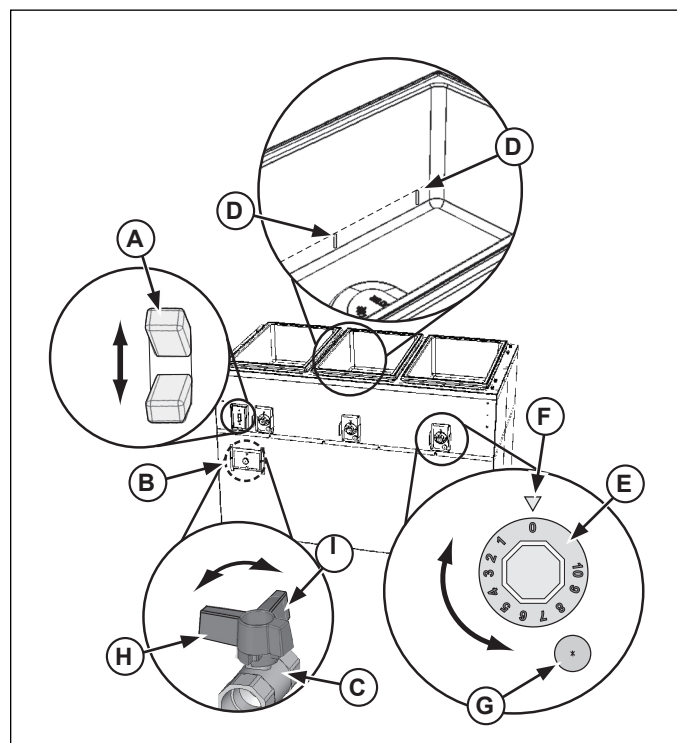

Figura 2. Controles de la estación caliente de lujo
- (A) Interruptor de **ENCENDIDO/APAGADO** Mueva el interruptor hacia arriba para encender la unidad. Mueva el interruptor hacia abajo para apagarla. El interruptor se iluminará cuando esté en la posición de encendido.
- (B) **PUERTA DE ACCESO** para la válvula de drenaje. Ábrala o retírela para acceder a la válvula de drenaje.
- (C) **VÁLVULA DE DRENAJE**. Se usa para vaciar el agua de el o los recipientes.
- (D) **MARCAS DEL NIVEL DEL AGUA**. Se usan para indicar el nivel correcto del agua.
- (E) Selector del **CONTROL DE TEMPERATURA**. Se usa para fijar o ajustar la temperatura del recipiente. Mientras más grande o más pequeño sea el número, más alta o más baja es la temperatura respectivamente. La posición de "0" corresponde a apagado.
- (F) Indicador de **REFERENCIA DEL SELECTOR**. Se usa para mostrar la posición en que se fijó el control de temperatura.
- (G) Luz de **NIVEL DE AGUA BAJO** Se ilumina cuando el recipiente necesita agua. Si la luz se ilumina durante la operación, se debe agregar agua limpia y fresca al recipiente.
- (H) Posición de **VÁLVULA DE DRENAJE CERRADA**. Cuando la válvula está en esta posición, el drenaje está cerrado.
- (I) Posición de **VÁLVULA DE DRENAJE ABIERTA**. Cuando la válvula está en esta posición, el drenaje está abierto.
1. Abra la puerta de acceso (B) y verifique que la válvula de drenaje (C) esté en la posición cerrada (H). Consulte la Figura 2.
2. Llene el receptáculo hasta las marcas de nivel correcto (D) con agua limpia y fresca. El nivel correcto es de aproximadamente 2.5 cm (1") de agua. No lo llene excesivamente.
4. Precaliente el agua en los receptáculos cubriéndolos con tapas o recipientes de alimento vacíos. Gire el interruptor de suministro (A) hasta la posición de encendido "ON" y fije el o los controles de calor (E) en su ajuste máximo. Precaliente el agua durante 45 minutos. El agua debiera hervir.
7. Fije el o los controles de calor (E) para mantener la temperatura de conservación caliente y los alimentos seguros. Revise regularmente la temperatura de los alimentos.
1. Abra la puerta de acceso (A) y verifique que la válvula de drenaje esté en la posición cerrada (D). Consulte la Figura 2.
3. Gire el interruptor de suministro (A) hasta la posición de encendido "ON". Esta unidad no tiene un valor de temperatura ajustable. Deje que la unidad funcione durante aproximadamente 30 minutos. Para obtener el mejor rendimiento al usar hielo con esta unidad, déjela funcionar durante aproximadamente 2 horas antes de agregar el hielo. Ello ayudará a mantener el hielo sólido.